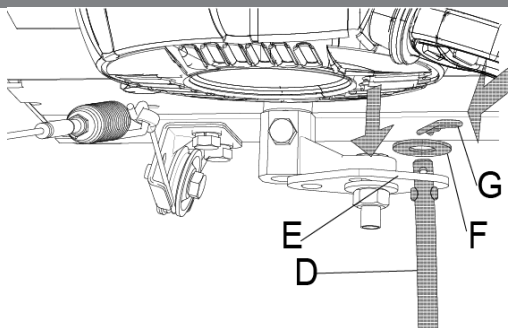

Рис.7
Вставьте угловую часть штока управления приводом (D) в отверстие рычага привода (E) для соединения с коробкой передач, и закрепите соединение с помощью шайбы (F) и шплинта (G) (Рис.7).